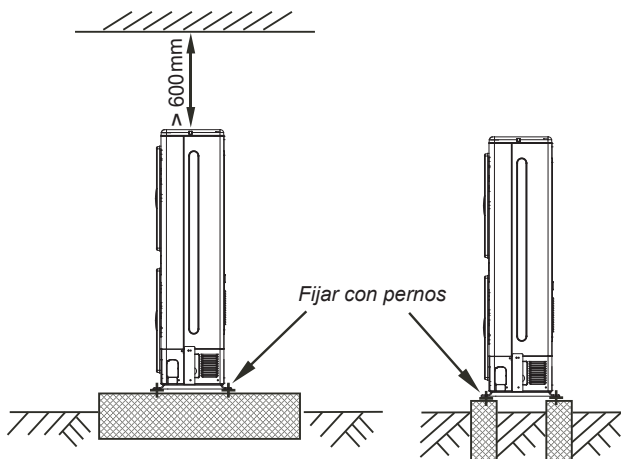

Fig.6-8
- 3) Construya una base de hormigón conforme a las especificaciones de las unidades exteriores. (Consulte la Fig.6-8)
- 4) Sujete firmemente los pies de la unidad con pernos para evitar que se derrumbe en caso de que se produzcan vientos fuertes o un terremoto. Consulte la Fig.6-8